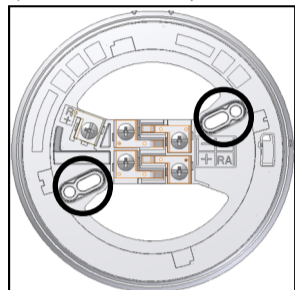

Figura 1 - Aperture per l'inserimento delle viti per il fissaggio a parete della base adattatrice
- 2) Installare la base nella posizione stabilita inserendo le viti nei punti indicati in figura 1.